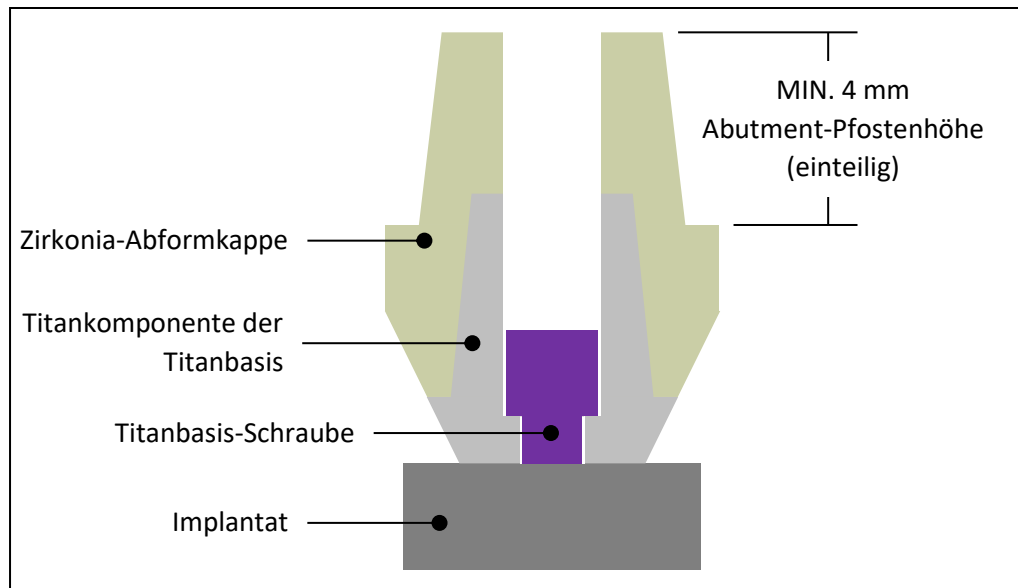

Abbildung 3 – Konstruktionsbeschränkungen der Zirkonia-Suprastruktur
- Abutment-Pfostenhöhe $\geq 4,0$ mm (siehe Abbildung 3)